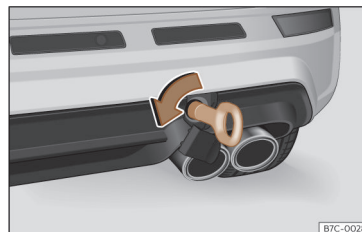

Fig. 44 No lado direito do para-choques traseiro: argola de reboque enroscada.
- Enrosque a argola de reboque no alojamento girando-a ao máximo **no sentido contrário ao dos ponteiros do relógio** »» Fig. 44 »» ❶. Utilize um objeto adequado com o qual possa enroscar completa e firmemente a argola de reboque no seu alojamento.
❶ CUIDADO